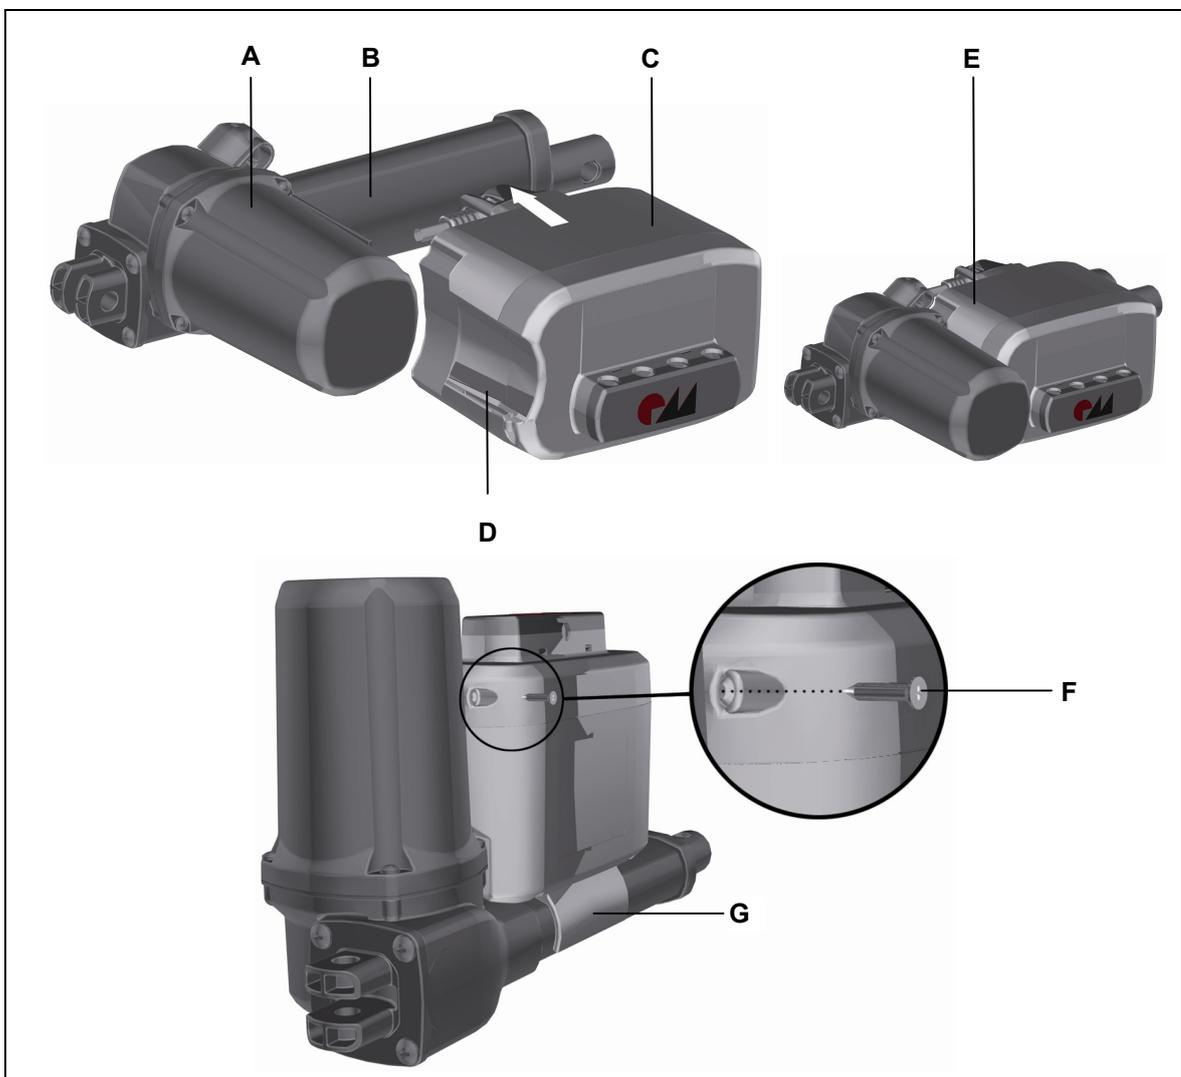

Abbildung 8 Montage der Steuerung MC10
- 1 Schieben Sie den Antrieb MEGAMAT MLZ in die Führungsnut (**D**), bis die Flanschführung (B) in der Aufnahme (**G**) einrastet.
- 2 Für einen sicheren Halt können Sie den Antrieb MEGAMAT MLZ fest mit der Steuerung MC10 verbinden. Schrauben Sie dazu die Befestigungsschraube (**F**) ein, wie in Abbildung 8 gezeigt. Verwenden Sie dazu eine Befestigungsschraube mit den Maßen 3,5 mm x 13 mm (ISO 7049-ST).